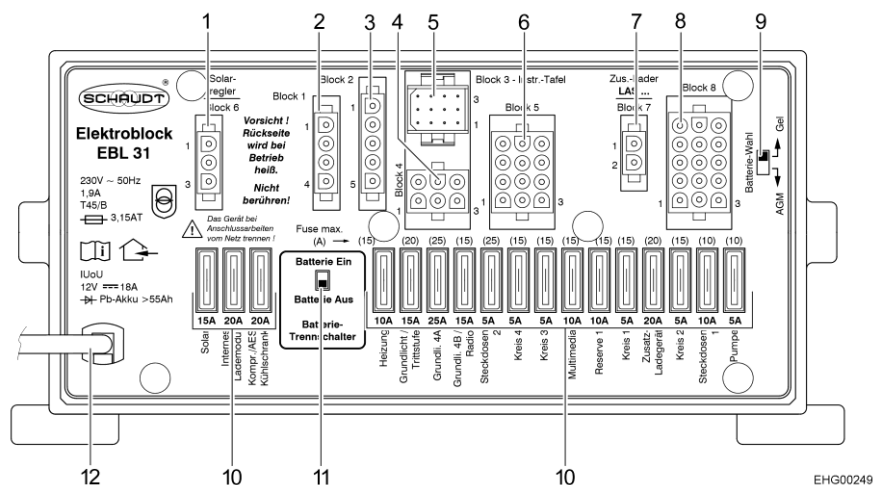

Bild 66 Elektroblok (EBL 31)
- ▷ Um alle elektrischen 12-V-Verbraucher von der Spannungsversorgung zu trennen und eine Entladung der Wohnraumbatterie zu vermeiden, Batterie-Trennschalter (Bild 66,11) am Elektroblok auf "Batterie Aus" stellen.
- ▷ Verbraucher wie Ladegerät, Solar-Laderegler, Panel oder Ähnliches entnehmen Strom von der Batterie, auch wenn der 12-V-Hauptschalter am Panel (Bild 67,6) ausgeschaltet ist. Deshalb den Batterie-Trennschalter (Bild 66,11) am Elektroblock auf "Batterie Aus" stellen, wenn das Fahrzeug längere Zeit nicht benutzt wird.